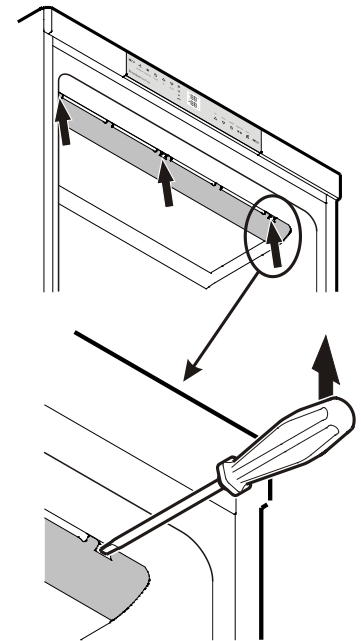

Figura 13
1. Desenclave la cubierta cuidadosamente por el lado izquierdo, medio y derecho con ayuda de un destornillador - **Figura 13**.